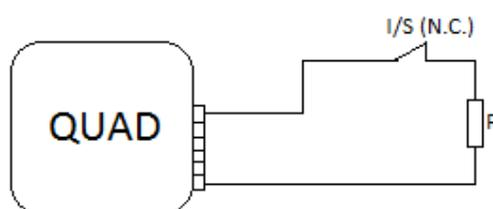

Figura 2.1. Interruptor/Sensor normalmente cerrado. Resistencia en Serie
**Instalaciones con interruptor/sensor normalmente cerrado:** La resistencia elegida deberá conectarse **en serie** en la línea de la instalación y lo más próxima posible al interruptor/sensor, en los propios bornes del mismo, a ser posible y de forma que no sea fácilmente accesible desde el exterior. Ver Figura 2.1.